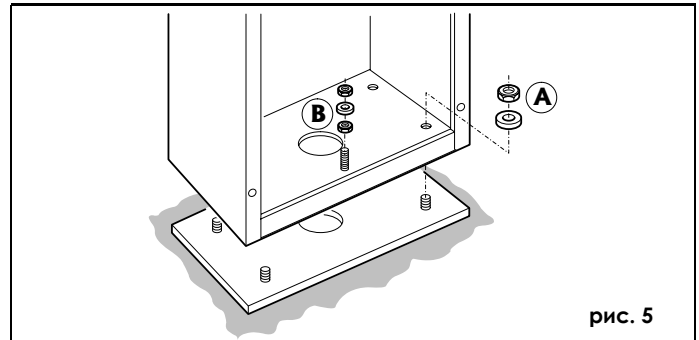

рис. 5
- Выясните возможность надежного заземления стойки шлагбаума. Для подключения используйте прилагаемые гайки и шайбы (рис. 5, поз. В).
- 2) Закрепите стойку шлагбаума с помощью четырех прилагаемых гаек с шайбами на фундаментной плите (рис. 5, поз. А). Как правило, крышка шлагбаума должна быть направлена к зданию, т.е. стрела располагается со стороны въезда.